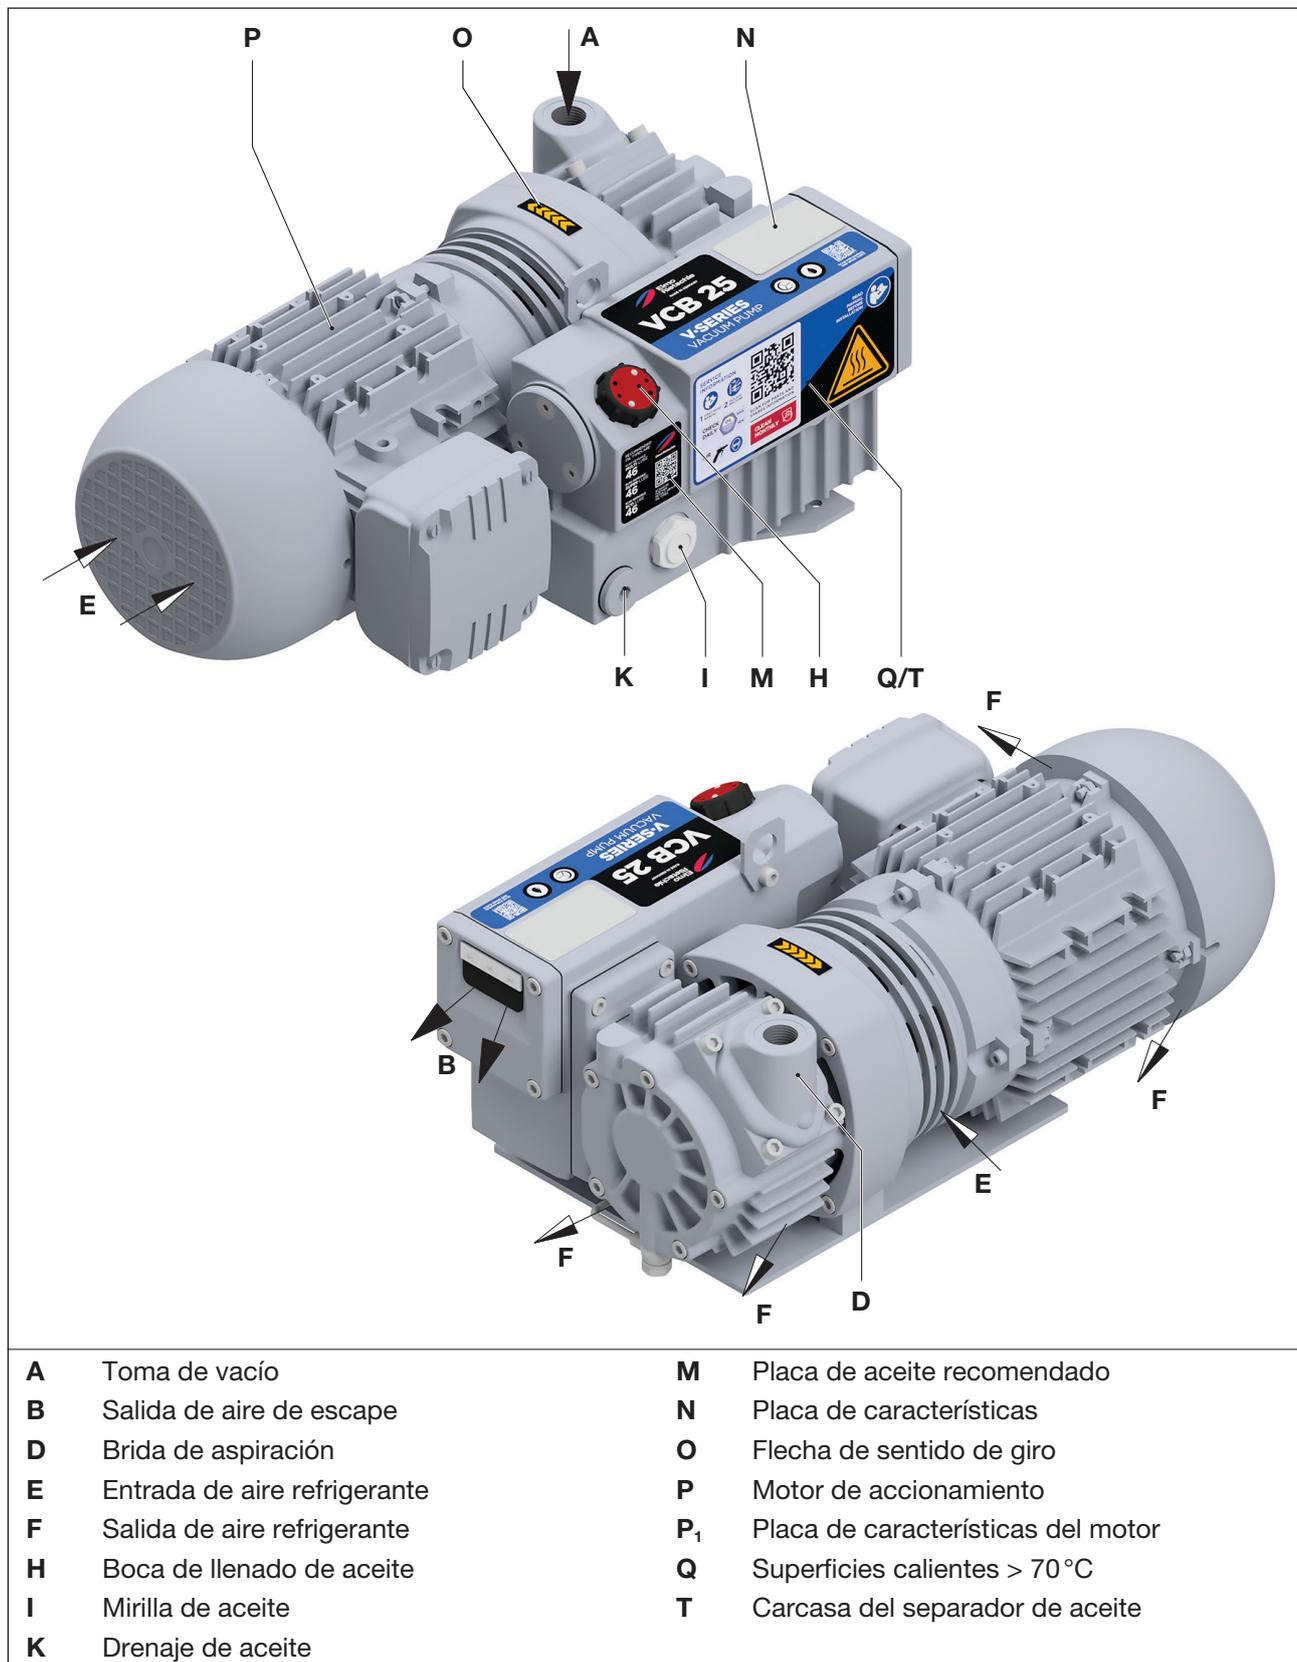

Fig. 2 Bomba de vacío V-VCB
- La brida de aspiración (Fig. 2/D), la boca de llenado de aceite (Fig. 2/H), la mirilla de aceite (Fig. 2/I), el drenaje de aceite (Fig. 2/K), y la carcasa del separador de aceite (Fig. 2/T) deben ser fácilmente accesibles.
La conexión de vacío (Fig. 2/A) se encuentra en la brida de aspiración (Fig. 2/D).
El aire extraído se expulsa libremente por la salida de aire de escape (Fig. 2/B).
- Retirar los tapones ciegos de la conexión de (Fig. 2/A) vacío y retire la salida de aire de escape (fig. 2/B).
- Conectar la tubería a la conexión de vacío (Fig. 2/A).
- El aire aspirado puede expulsarse a través de la salida de aire de escape (fig. 2/B) o conducirse mediante una manguera o tubería canalización fuera de la unidad
- Comprobar el nivel de aceite lubricante a través de la mirilla del aceite (Fig. 2/I) y, en caso necesario, añadir más.
Los datos eléctricos del motor figuran en la placa de características (Fig. 2/N) o en la placa del motor. Los motores se corresponden con EN 60034 y son de índice de protección IP 55 y clase de aislamiento F. El esquema de conexión correspondiente se encuentra en la caja de bornes del motor (no aplicable en versiones con conector para clavijas).